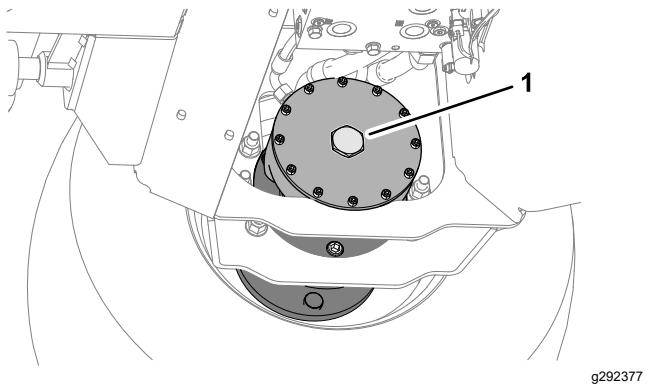

Bild 33
6. Entfernen Sie an der Scheibenbremse des rechten Vorderradmotors die Sechskantschraube (Bild 33).